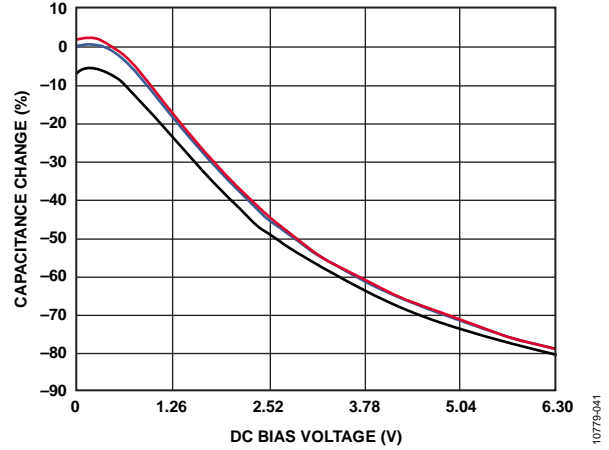

图 41. 6.3 V、10 μF 陶瓷电容的直流偏置特性
- $V_{OUT}(\text{max}) = 5\text{ V}$ 时的 C_{OUT} 为 3 μF ，如图 41 所示。